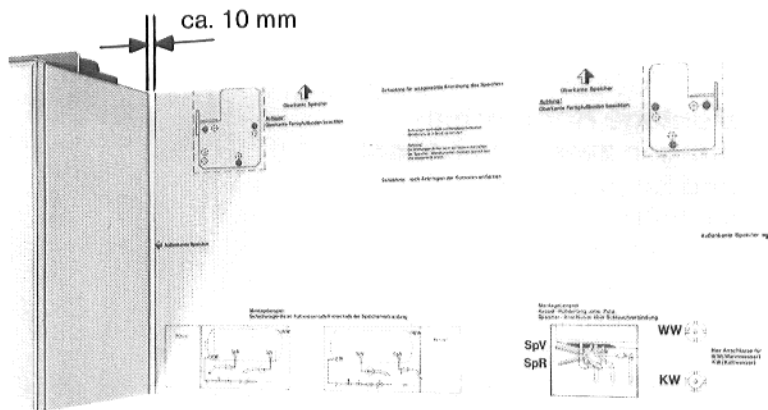

Abb. 20
- Montage Speicherkonsolen siehe Seite 12 (Abb. 20, 21, 22).
Ca. 10 mm Abstand zwischen Kessel- und Speicherschablone vorsehen (Abb. 20). Die Dübellöcher sind genau nach Schablone zu bohren.